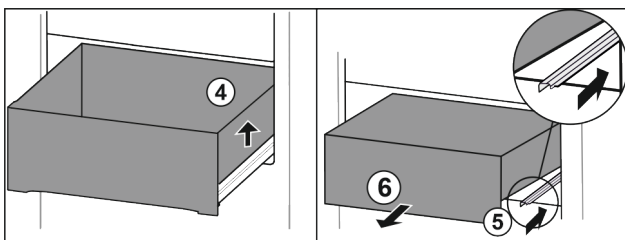

Fig. 18
- ▶ Soulever le tiroir sur la droite. Fig. 18 (4)
- ▶ Rentrer le rail de droite. Fig. 18 (5)
- ▶ Retirer le tiroir par l'avant. Fig. 18 (6)